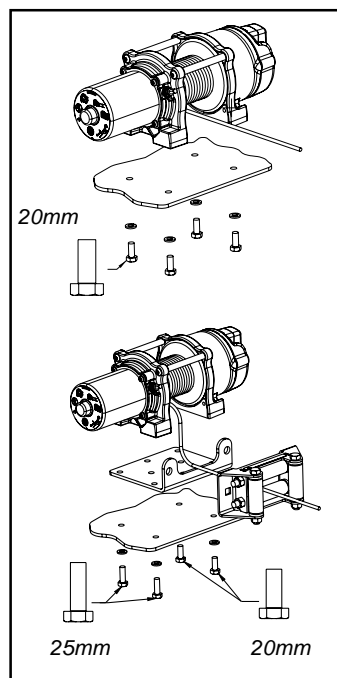

Figura 4: Orientamento del verricello rispetto alla piastra di montaggio e lunghezza dei bulloni.
- Bulloni senza dado a testa esagonale di misura M8-1,25 x 20 mm e di qualità 8 per quando si utilizza una piastra di montaggio in un sol pezzo. Nota: quando si usano piastre di montaggio separate per il verricello e la guida, usare bulloni senza dado a testa esagonale di misura M8-1,25 x 25 mm e di qualità 8 sul lato del motore della base, come mostrato in figura 4.